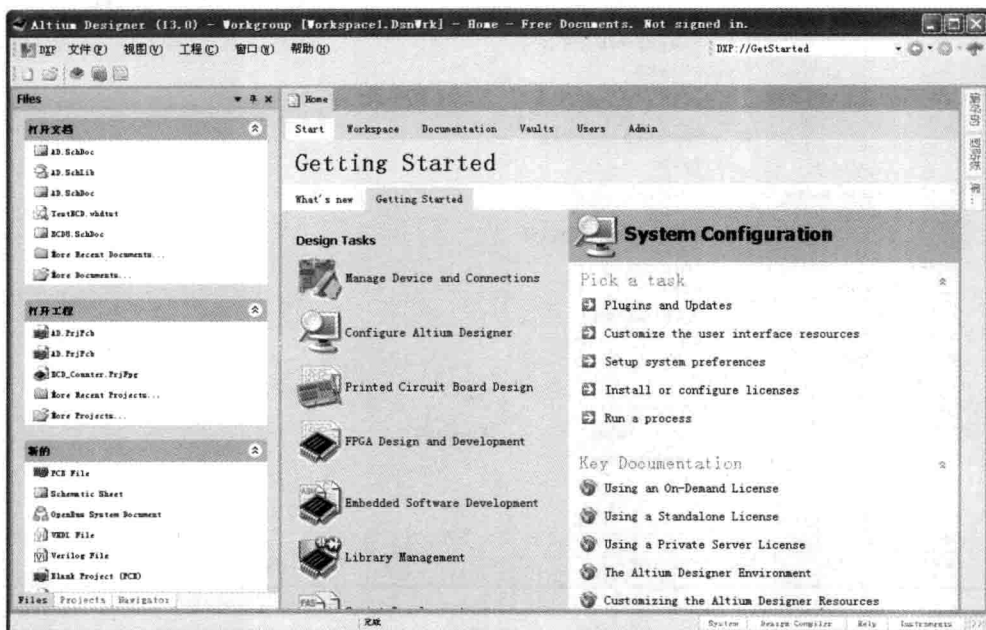

图 1-1 Altium Designer 13 的主窗口
Altium Designer 13 成功启动后便可进入主窗口，如图 1-1 所示。用户可以使用该窗口进行工程文件的操作，如创建新工程、打开文件等。
(1) “我的帐户”命令：用于管理用户授权协议，如设置授权许可的方式和数量。单击该命令弹出 Home 选项卡，如图 1-1 右侧区域。